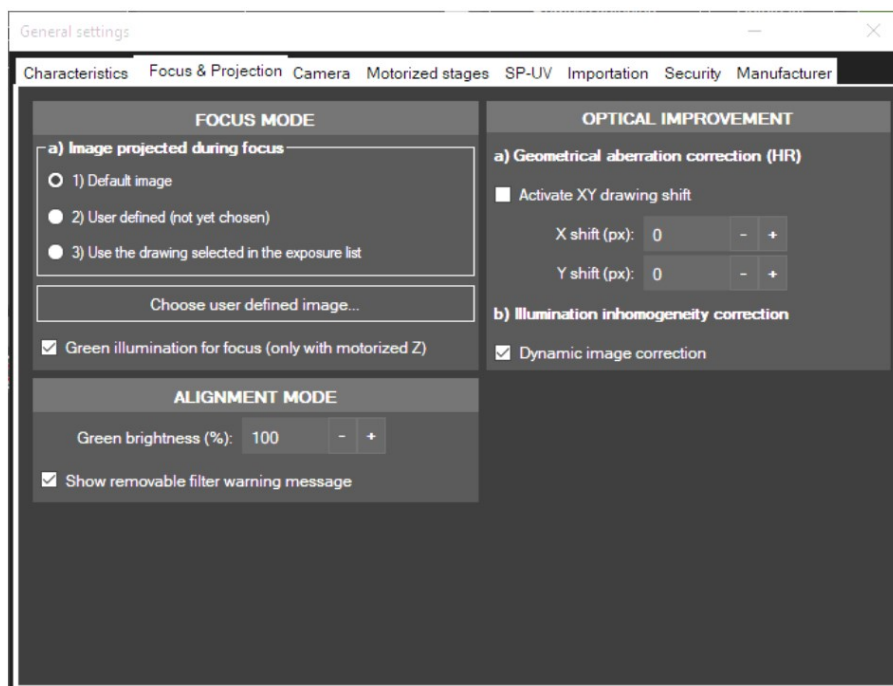

图 68 -设置:对焦和投影选项
1. 聚焦模式。在“聚焦&投影 Focus & Projection”选项卡中, 可以设置聚焦步骤中使用的图形(图 68):